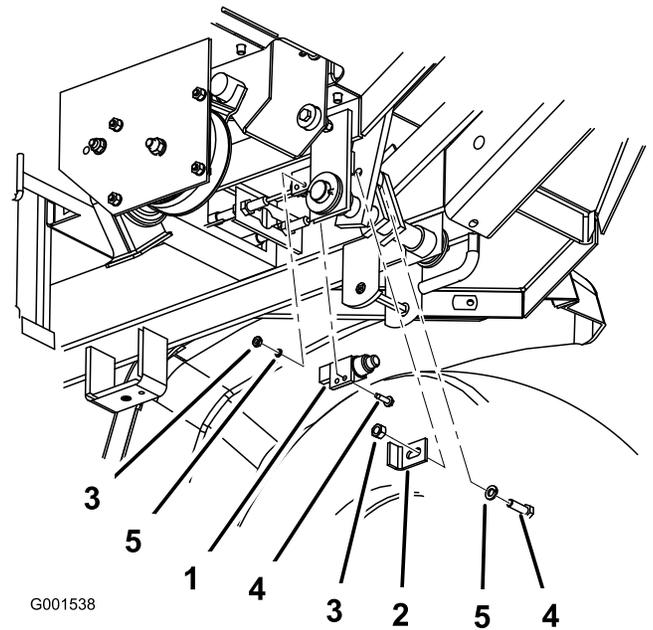
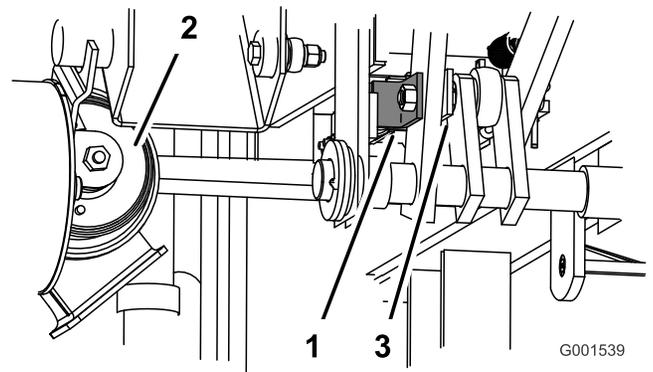

Figure 5
Figure 6
3. Fixez le nouveau contacteur de frein avec les fixations retirées précédemment (Figure 5).
4. Fixez le nouveau support de contacteur de frein avec les fixations retirées précédemment (Figure 5 et Figure 6).